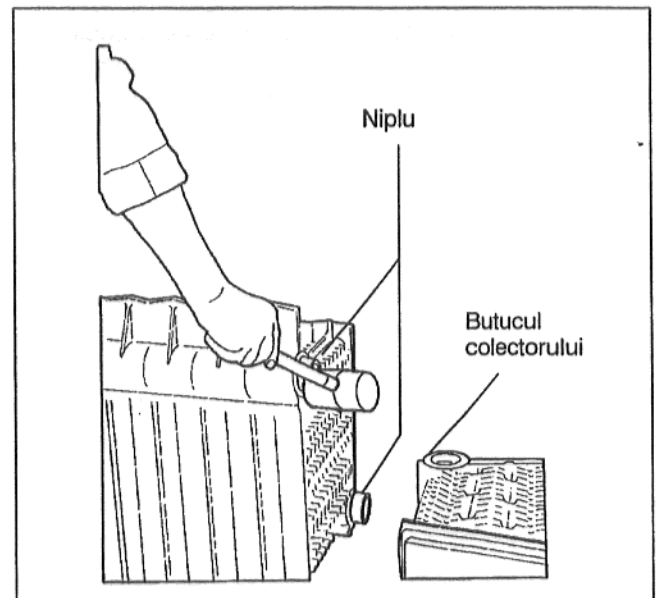

Fig. 4
- Se bate ușor niplul cu un ciocan de cauciuc sau de oțel folosind un suport de lemn (Fig. 4). Trebuie avut grijă ca niplul să nu fie dezaxat față de colectorul pe care stă prins.